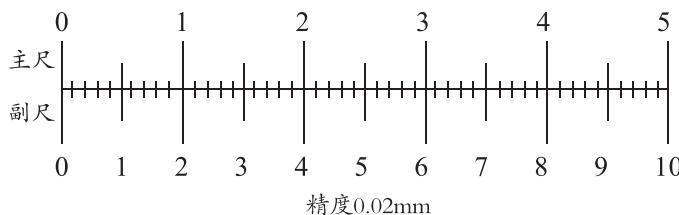

图1-3 游标卡尺的刻线原理
③游标卡尺测量范围可分为:0~125mm、0~150mm、0~200mm、0~300mm、0~500mm 等，最大可测至 3000mm。
④游标卡尺的测量精度可分为:0.1mm、0.05mm、0.02mm 三种规格。这三个数值就是卡尺所能量得的最小读数精确值。目前，常用的游标卡尺其测量精度为 0.02 mm。
⑤游标卡尺的刻线原理(以测量精度 0.02mm 的游标卡尺为例)。主尺上每小格为 1mm。主尺上的 49mm，正好等于副尺上的 50 格。副尺每小格是:  $49 \div 50 = 0.98\text{mm}$ ，主尺与副尺每格相差  $1\text{mm} - 0.98\text{mm} = 0.02\text{mm}$ ，如图 1-3 所示。